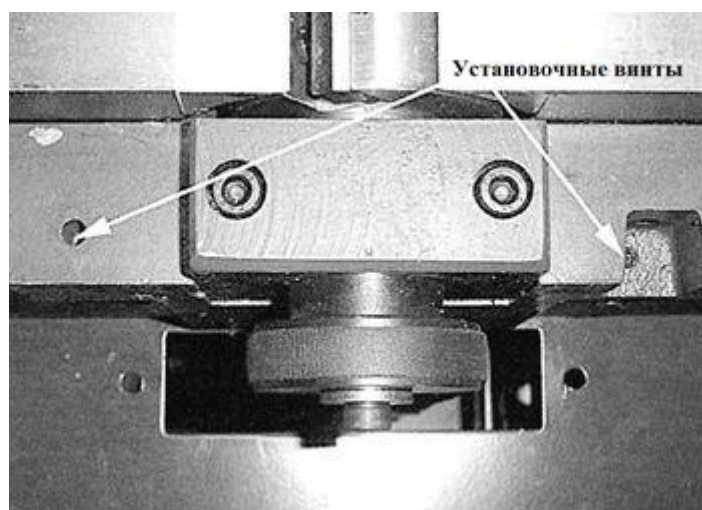

Рис. 31 Регулировка стола Подача/Разгрузка. Шаг 2
1. Осторожно вручную поверните фрезерную головку (Е), Рис. 31, пока круглая часть фрезерной головки не окажется сверху, как показано на рисунке.